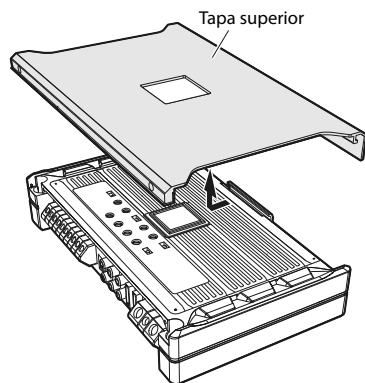

Fig. 2
2. Deslice la tapa superior y levántela para extraerla. (Fig. 2)